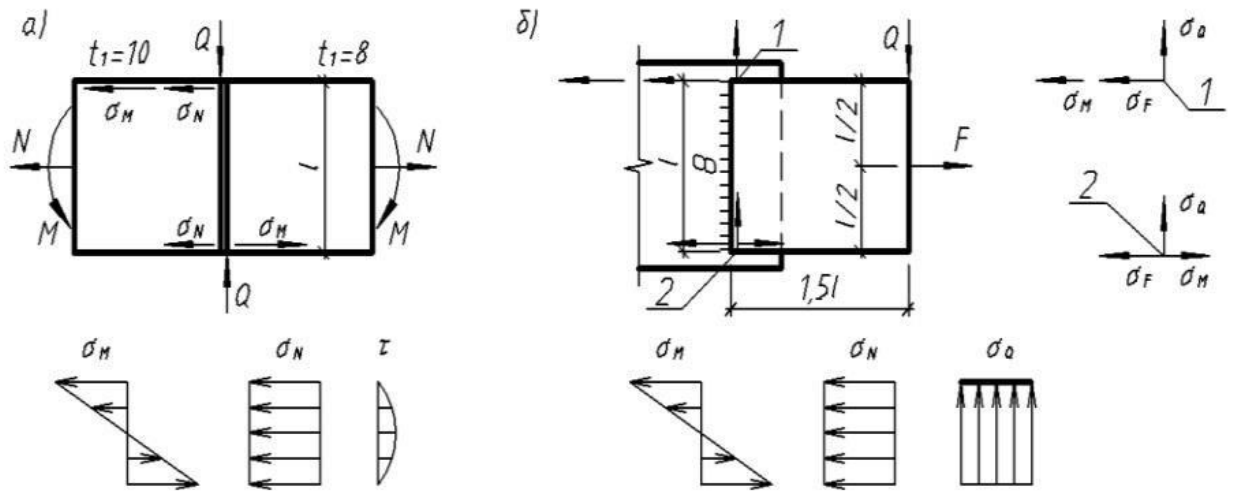

Рисунок 1.8 – К задачам 1.1–1.2
1.1. В сварном стыке стенки рамной конструкции (рисунок 1.8, а) определить наибольшие нормальные и касательные напряжения. Сварка ручная, контроль качества сварки – визуальный, усилия: $M = 2Fl$, $N = 4F$, $Q = 0,5F$. Значения F и l принять по таблице 1.1.
1.2. В угловом сварном соединении (см. рисунок 1.8, б) определить наибольшие и наименьшие напряжения. Сварка ручная, катет шва – 8 мм, сталь С235 ($R_{wz} = 165$ МПа, $R_{wf} = 180$ МПа). Внешние воздействия $Q = 4F$, значения F принять по таблице 1.1. Катет шва – 8 мм.